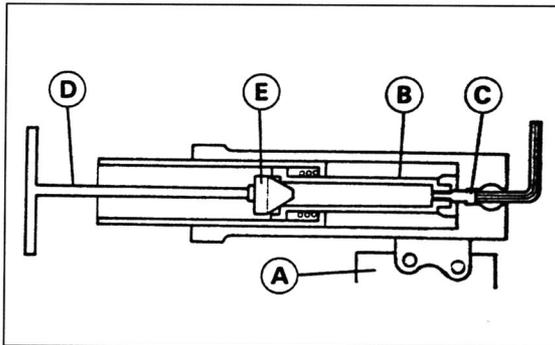

Bild 286
- Untere Gabelverschlussschraube (Innensechskant SW 6) ausdrehen. Falls sich Dämpferstange mitdreht, mit KAWASAKI-Spezialwerkzeug 57001-1057 und dem passenden Griff 57001-183 Dämpferstange gegenhalten (Bild 286), um Dämpferstange am Mitdrehen zu hindern.